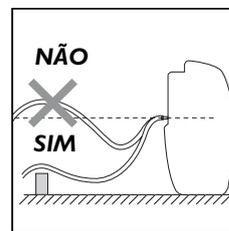

fig. 3
- O tubo não deve superar a altura do bico (Fig. 3). Caso contrário, a água permanecerá no reservatório; certifique-se ainda de que o tubo não está torcido.